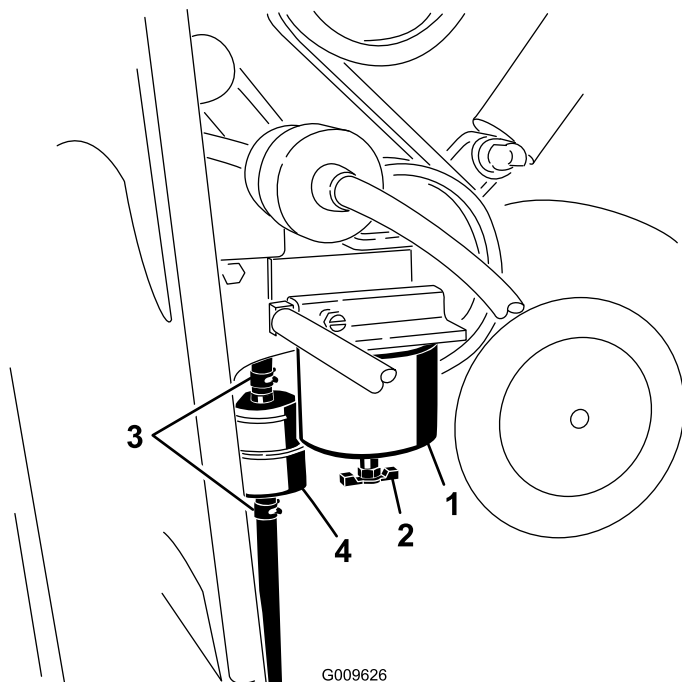

Рисунок 37
1. Найдите топливный фильтр на правой стороне двигателя (Рисунок 37) и поместите под ним чистую емкость.
2. Очистите область крепления стакана фильтра (Рисунок 37).
3. Снимите стакан фильтра и очистите монтажную поверхность (Рисунок 37).
5. Вверните стакан фильтра вручную в монтажное отверстие. После соприкосновения прокладки с монтажной поверхностью доверните стакан еще на пол-оборота (Рисунок 37).
6. Найдите топливный фильтр на правой стороне двигателя (Рисунок 37) и поместите под ним чистую емкость.
7. Ослабьте хомуты на обоих концах проходного фильтра и отсоедините от него шланги (Рисунок 37). Удалите в отходы фильтр.
8. Наденьте шланги на концы нового фильтра (Рисунок 37), убедившись в том, что стрелка на фильтре показывает в ту же сторону, что и стрелка на старом фильтре.